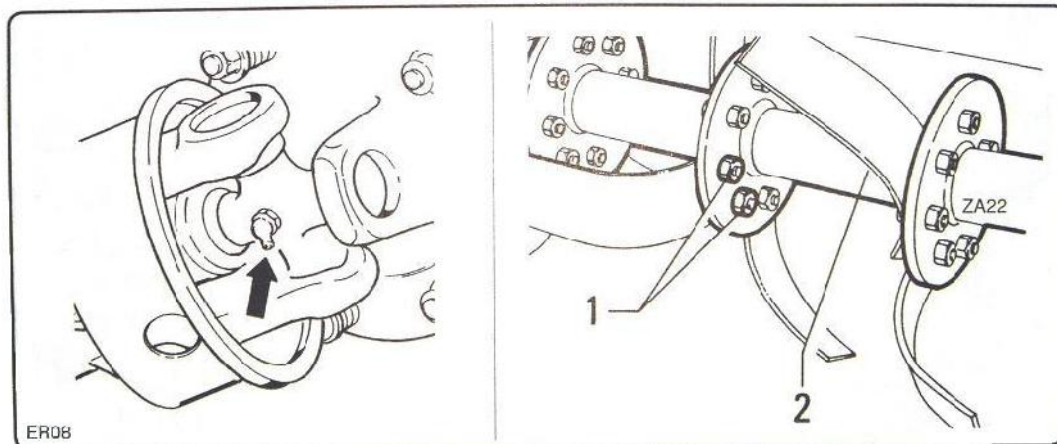

fig. 7.4.2
- Assurez-vous que l'arbre d'entraînement est en parfait état et graisser les joints (Fig. 7.4.2).
- Vérifiez que les boulons "1" qui bloquent les pales du rotor "2" (fig.7.4.2) sont serrés.